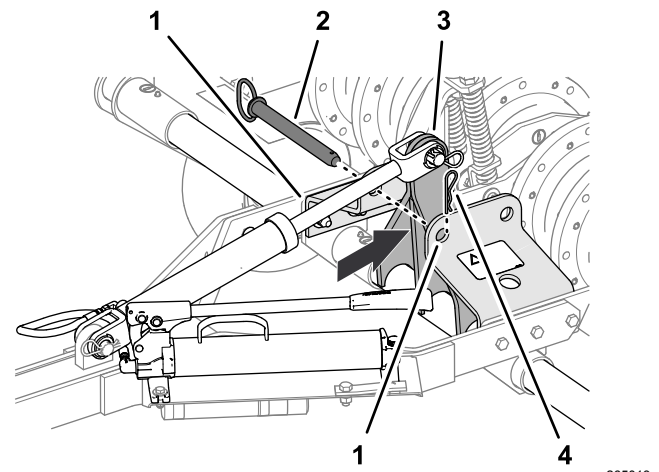

図 12
5. ハンド油圧ポンプを使って、昇降アーム 図 12 をロックバーブラケットの前穴のすぐ後ろ移動走行位置まで動かす。
6. ロックバーのブラケットの前穴にロックバーのピンを入れ、このピンをブラケットにヘアピンで固定する 図 12。